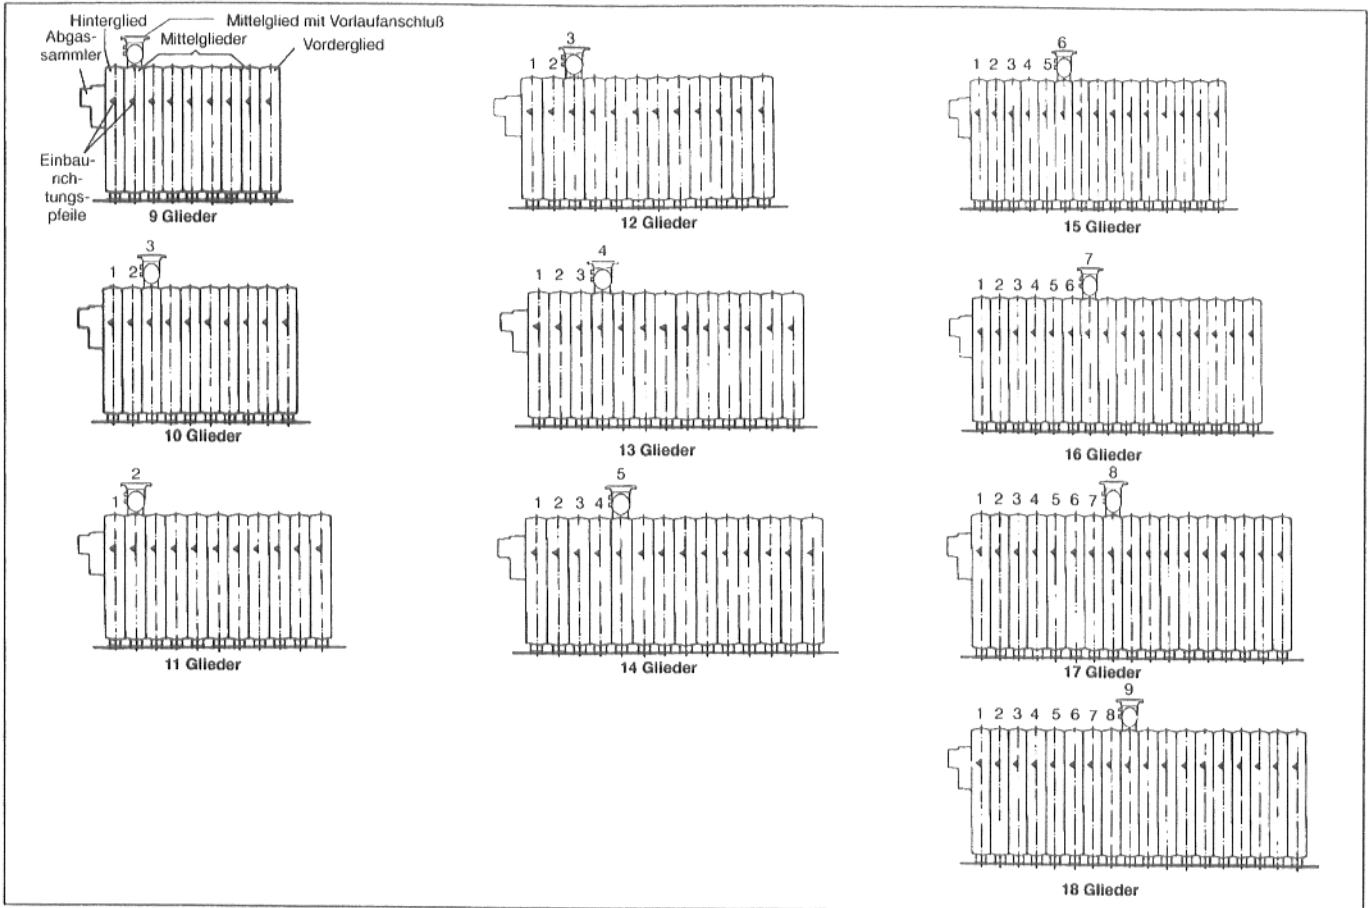

Abb. 8
Beim Zusammenbau ist auf die Einbaurichtungspfeile und die Position des Mittelliedes mit oberem Vorlaufabgang (Abb. 8) zu achten und nach den unten stehenden Abbildungen zu montieren!
Beim Zusammenbau der Glieder auf die aufgegosse- nen, weiß gekennzeichneten Einbaurichtungspfeile achten. Die Einbaurichtungspfeile befinden sich oben rechts und links an den Gliedern. Die Einbaurichtungspfeile müssen nach hinten zeigen (Abb. 8).
- ☞ Nach Abb. 8 prüfen, an welcher Stelle das Mittelglied mit oberem Vorlaufabgang zu montieren ist.